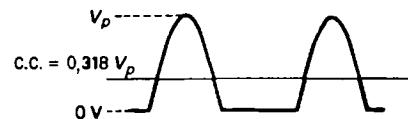

Figura 29.2
1. Redresorul simplă alternanță (monoalternanță), prezentat în figura 29.1. Dioda D_1 din figura 29.1(a) permite trecerea numai a semialternanțelor pozitive, producând un semnal de ieșire pozitiv. Când dioda este inversată, ca în figura 29.1(b), rezultă un semnal de ieșire compus din semialternanțe negative. Forma de undă de la ieșire conține un nivel de c.c. care este 0,318 (aproximativ o treime) din vârful semnalului (figura 29.2).